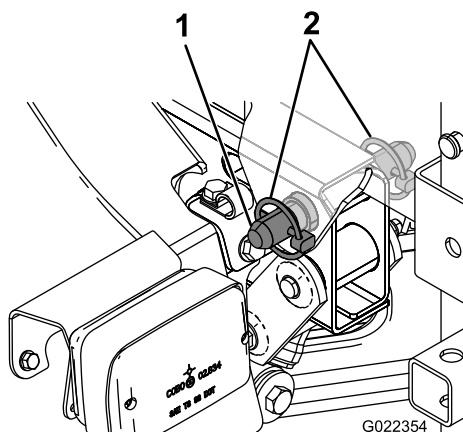

図 10
5. タンク台の後部にあるピボットラグを、車体フレームの最後尾についている荷台のピボットチューブの穴に合わせる(図 10)。
6. ピボットラグにテーパ付きクレビスピンと1本とリンチピン2本を差し込んで、タンクアセンブリとフレームとを連結する 図 10。